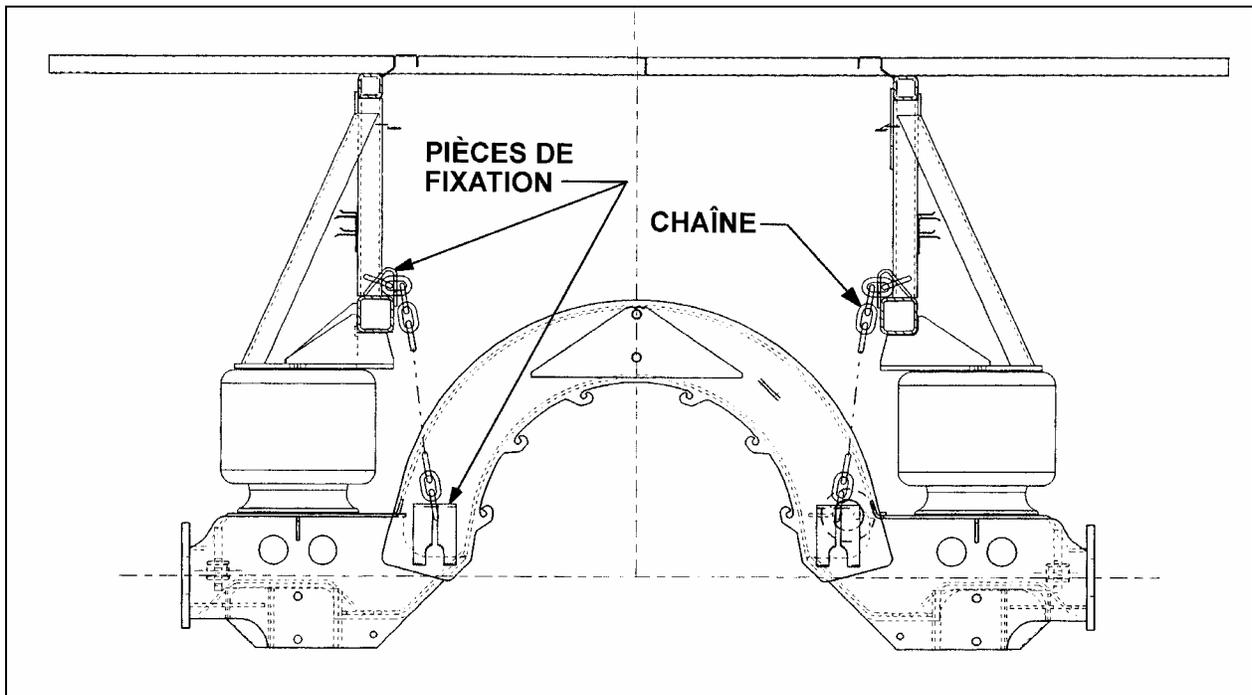

FIGURE 1: ATTACHE DE L'ESSIEU PORTEUR PAR CHAÎNES
4. Installer la chaîne dans les pièces de fixation en s'assurant que la chaîne est bien insérée avant de retirer les vérins (voir fig. 1).